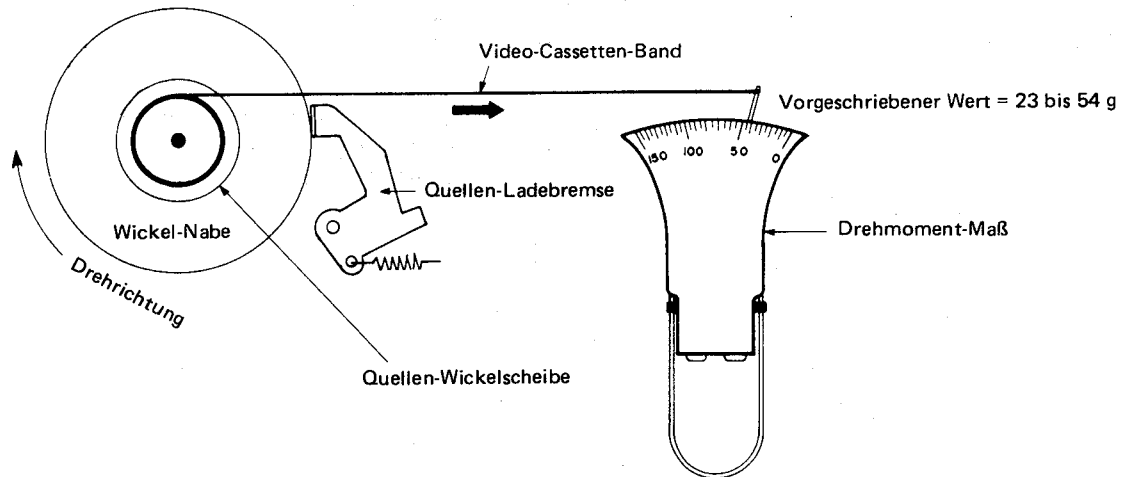

Abbildung 40.
3. Die Wickel-Nabe (mit mehreren Bandaufwickelungen darauf) auf die Quellen-Wickelscheibe wie in Abb. 40 gezeigt, einsetzen.
4. Das Band nach rechts mit einer der Ladegeschwindigkeit gleichen Geschwindigkeit zurückziehen, wie in Abb. 40 gezeigt.